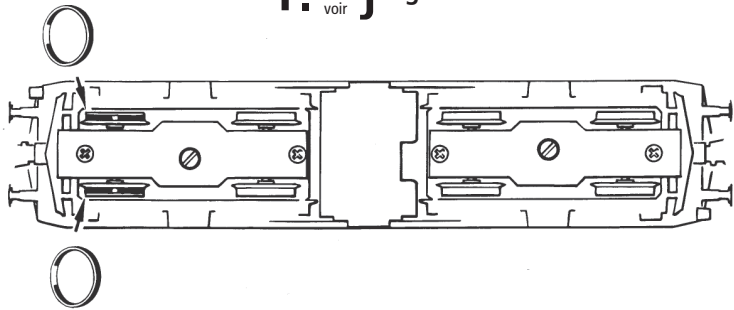
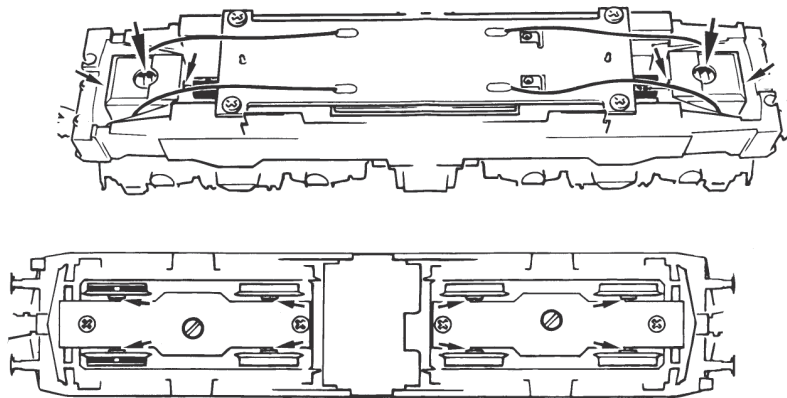
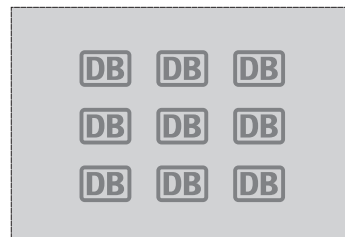

Fig. 9
Fig. 10
Fig. 3
Mehrzugbetrieb: Zuerst Lokgehäuse abnehmen (Fig. 3). Danach den Brückenstecker aus der Schnittstelle entfernen (diesen sorgsam aufbewahren). Danach den Stecker des Decoders lagegerecht einsetzen (Fig. 5).
2. Schmierung: Versehen Sie die im Schmierplan in Fig. 9 gekennzeichneten Stellen mit nur **kleinen Öltropfen**. Dazu zuerst das Lokgehäuse abnehmen (Fig. 3). Wir empfehlen den ROCO **Öler Art.-Nr. 10906**. Fürs Schmieren der Getriebeteile (Zahnräder, Schnecke) empfehlen wir das **ROCO-Spezialfett Art.-Nr. 10905**. Im Falle der Schmierung diese Teile **nicht ölen**.
4. Kohlebürstenwechsel: Lokgehäuse abnehmen (Fig. 3). Danach wird der Motor ausgebaut und die Kohlebürsten ausgewechselt (Fig. 10).
2. Lubrication: Apply **tiny oil drops** to spots marked in fig. 9. Prior to lubrication dismantle locomotive (fig. 3). We recommend using item no. **10906, ROCO oiler**. For lubrication the gearparts (e.g. cogwheels, worm) we would recommend our ROCO **special grease** (item no. **10905**).
4. Carbon Brush Changing: First remove loco body (fig. 3), and then the motor (fig. 10).
2. Graissage: N'appliquez **qu'une tout petite goutte** aux endroits indiqués par le plan de graissage (fig. 9) après avoir démonté la caisse de la locomotive (fig. 3). Nous vous recommandons **le graisseur à huile ROCO réf. 10906**. Pour graisser les engrenages (roues dentées, vis sans fin) nous vous conseillons la **graisse spéciale ROCO réf. 10905** pour engrenages en matières synthétiques. Lorsque vous utilisez cette graisse il faut éviter d'huiler ces composants.
4. Remplacement des balais du moteur: Démontez la caisse (fig. 3). Démontez ensuite le moteur et échangez le balais (fig. 10).
1. siehe } Fig.3
_{see} } Fig. 3
1. siehe see voir } Fig.3